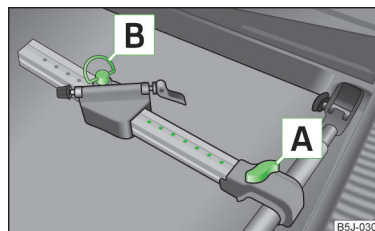

Fig. 73
- Estrarre leggermente la vite [A] » fig. 73 e quindi spingere il longherone (elemento di alluminio) nella traversa sino a quando si innesta nel supporto.
- Allentare la vite **A** » **fig. 73 a pagina 81** e quindi fare scorrere verso sinistra il portabici con la bicicletta fissata, in maniera tale che tra manubrio della bicicletta e finestrino laterale del bagagliaio non sia possibile alcuna collisione.